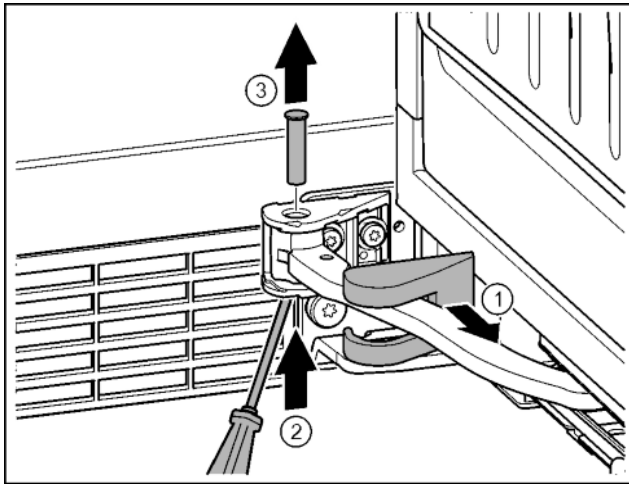

Fig. 15
- Зніміть кришку опорного кронштейна та перемістіть вздовж шарніра. Fig. 15 (1)
- Рукою чи викруткою підійміть палець знизу. Fig. 15 (2)
- Перемістіть викрутку під голівку пальця і витягніть. Fig. 15 (3)